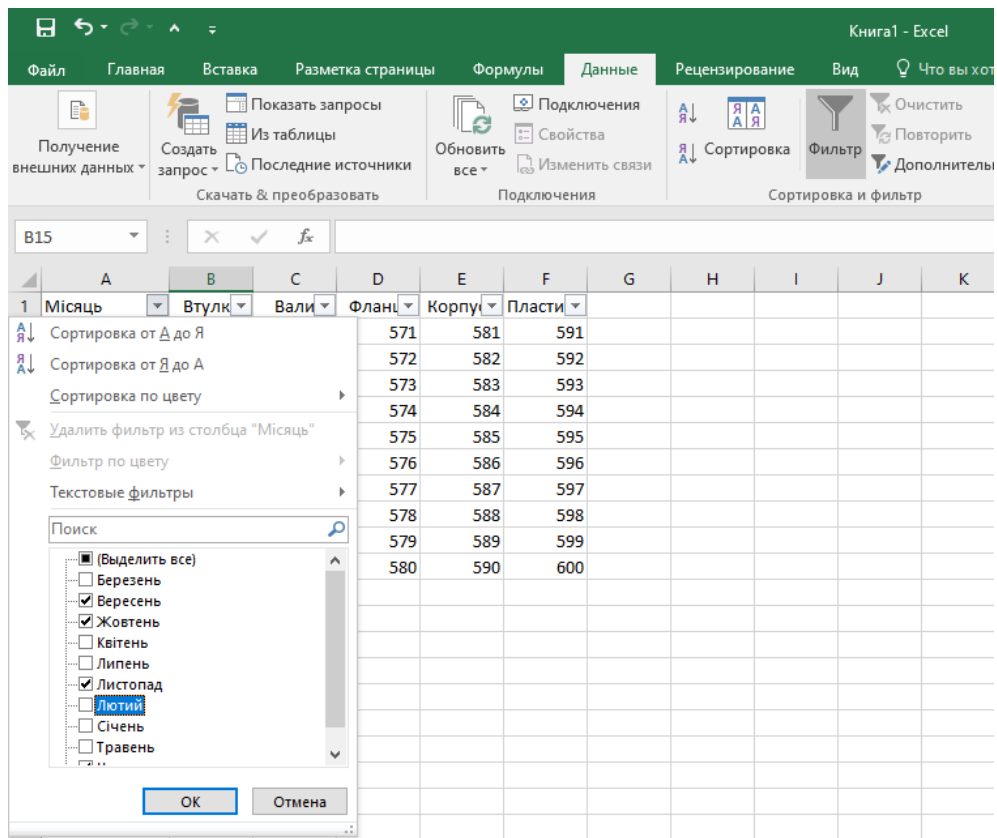

Рисунок 2.31 – Задання фільтра
13. Використання фільтрів. За допомогою команди «Фільтр» виконати відбір деталей за осінь (рисунок 2.31).